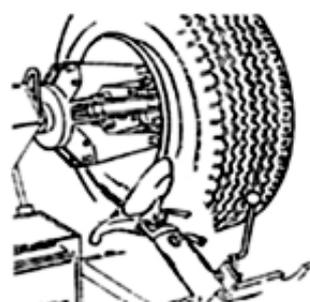

Fig9
Перед началом работы со станком необходимо убедиться в правильной его установке и функциональности. **Все нижеследующие манипуляции можно проводить только с полностью отключенным держателем инструмента (рис. 9).**
(6) Отведите диск (12) от борта шины, отпустите блокировку (10), переведите консоль в исходное положение, переведите диск (12) к внутреннему борту шины.
(7) Повторите операцию до тех пор, пока шина не будет полностью снята с обода (рис. 9). При переводе инструмента в рабочее положение, будьте внимательны, держите руки как можно дальше, чтобы избежать травм.